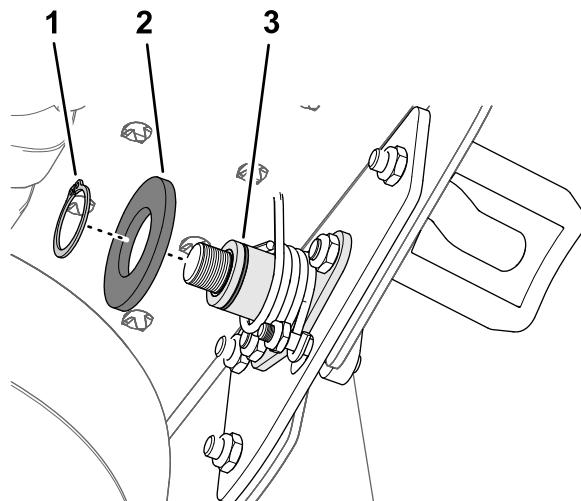

**Figura 13**
11. Fate scorrere la molla di torsione sulla piastra della boccola e contemporaneamente agganciate un'estremità della molla sul piccolo prigioniero del pedale di bloccaggio premendo l'altra estremità contro la piastra d'appoggio (Figura 13).
12. Fissate la molla di torsione sul prigioniero piccolo con un dado di bloccaggio (1/4"); fate riferimento alla Figura 13.